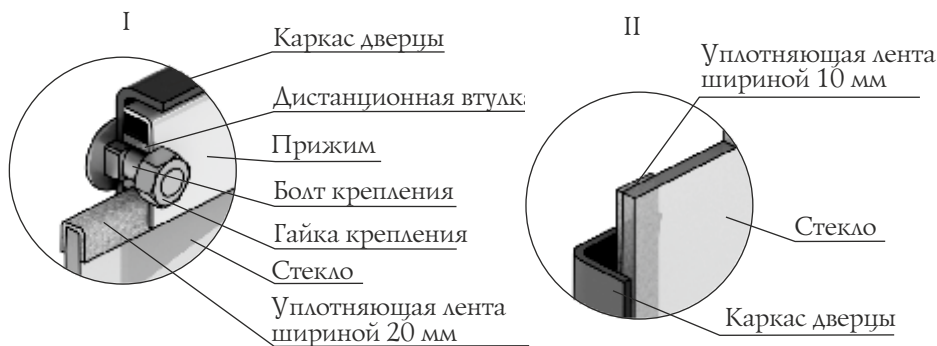

Рисунок 15. Крепление светорозрачного экрана дверцы модели «Витра»
1. Открутите две гайки, фиксирующие прижим (рисунок 15.I), и демонтируйте его и дистанционные втулки.
3. Возьмите новое стекло, если на нем нет уплотняющих лент, наклейте их: лента шириной 20 мм наклеивается сверху и снизу стекла «П»-образно (рисунок 15.I), лента шириной 10 мм наклеивается вертикально, вдоль боковых сторон стекла (рисунок 15.II).
4. Вставить стекло в упор, при этом лента, наклеенная с боковых сторон (вертикальная), должна быть зажата между стеклом и каркасом дверцы (рисунок 15.II).